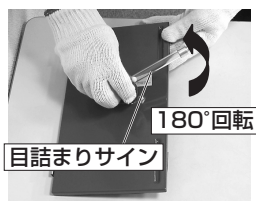

図4
- ② 目詰まりサインを止めているボルト2本を取り外し、目詰まりサイン・保護エルボを180度回転させてからボルト2本で固定してください。（図4）